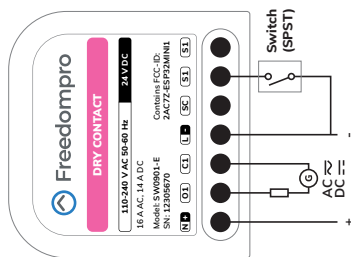
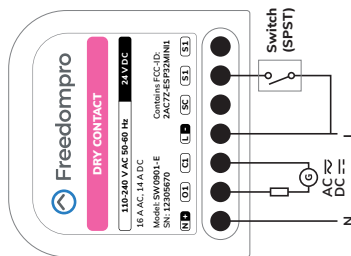

Fig. 2
Fig. 1
- 5 Connect the power supply to the device as shown in the diagrams 110-240 V AC (Fig. 1) or 24 V DC (Fig. 2).
- 5 Collegare l'alimentazione al dispositivo come indicato negli schemi 110-240 V AC (Fig. 1) o 24 V DC (Fig. 2).